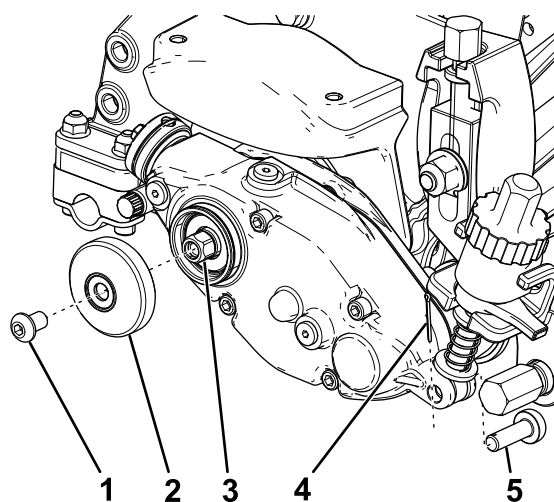

Figure 2
1. Enlevez la goupille fendue et les goupilles de réglage de la tige de bras de réglage (Figure 2).
2. Retirez la vis à tête hexagonale creuse et la protection extérieure du boîtier d'entraînement du groomer (Figure 2).
4. En vous servant d'une cale en bois ou en demandant à une autre personne de bloquer le cylindre, desserrez l'entraînement à tête hexagonale (Figure 2).